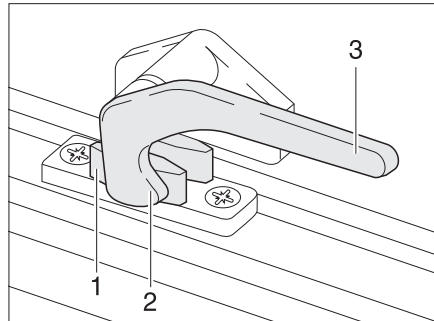
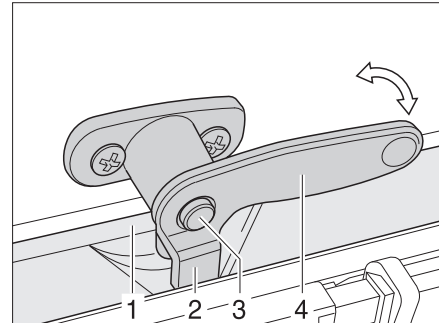

Bild 65 Låsarm i läget "stängd"
Bild 66 Låsarm med låsknapp i läget "stängd"
- Tryck på låsknappen (Bild 66,3) om sådan finns och håll den nedtryckt.
- Sväng låsarmen (Bild 65,3) resp. Bild 66,4) ett kvarts varv mot fönstrets mitt.
- Sväng låsarmen (Bild 65,3) resp. Bild 66,4) ett kvarts varv mot fönsterkarmens mitt. Låsspaken (Bild 65,2 resp. Bild 66,2) är placerad på insidan av fönsterlåset (Bild 65,1 resp. Bild 66,1).
- I läget "helt stängt" (Bild 65)